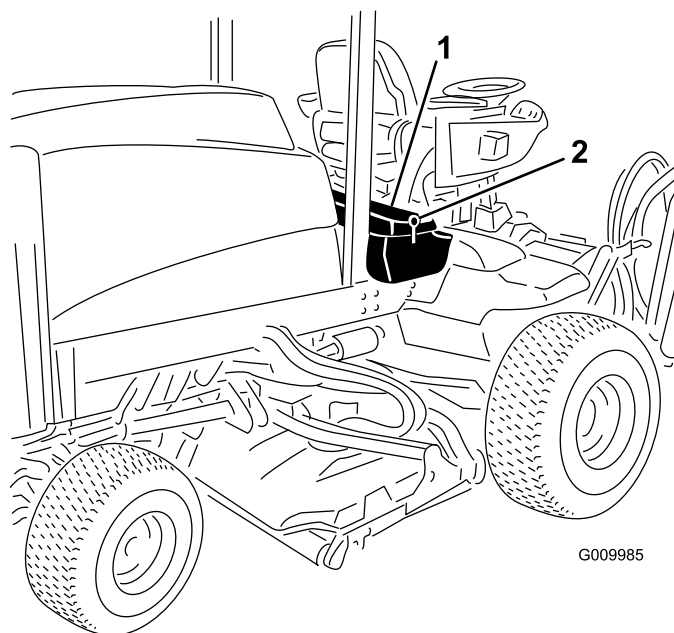
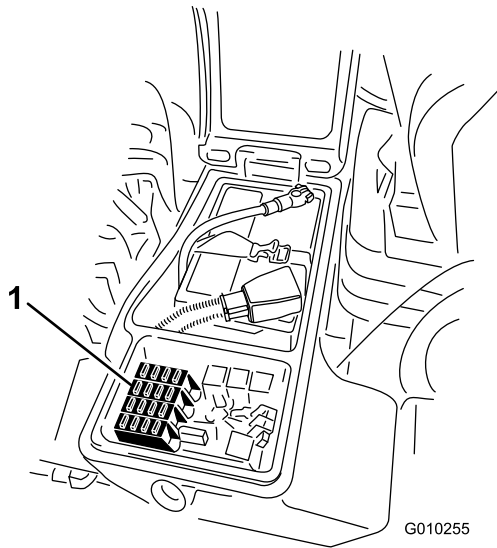

Figura 54
Figura 55
1. Afloje el enganche de la cubierta de la caja de almacenamiento derecha y eleve la cubierta (Figura 54) para exponer el bloque de fusibles (Figura 55).
2. Sustituya el fusible o los fusibles abiertos tal y como sea necesario (Figura 55).
3. Cierre la cubierta de la caja de almacenamiento derecha y fíjela con el enganche (Figura 54).